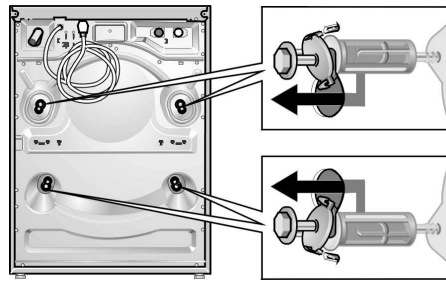

Figure 14
- Enlevez complètement chaque boulon de transport (boulon, ressort, rondelle et douilles). Pour ce faire, introduisez la main par le hublot ouvert et tirez légèrement le tambour en avant (voir Figure 14).